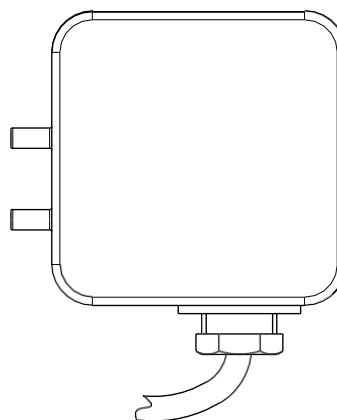

рис. 20
- Установите переключатель давления воздуха (рис. 20) в положение начала шкалы.
Отрегулируйте реле давления воздуха (рис. 20) после выполнения всех остальных настроек горелки, установив реле давления воздуха в положение начала шкалы. При минимальной мощности горелки поверните ручку против часовой стрелки, увеличивая ее значение до тех пор, пока горелка не выключится. Затем поверните ручку против часовой стрелки примерно на 20% от установленного значения и проверьте, правильно ли включается горелка. Если горелка снова заблокируется, слегка поверните ручку против часовой стрелки.